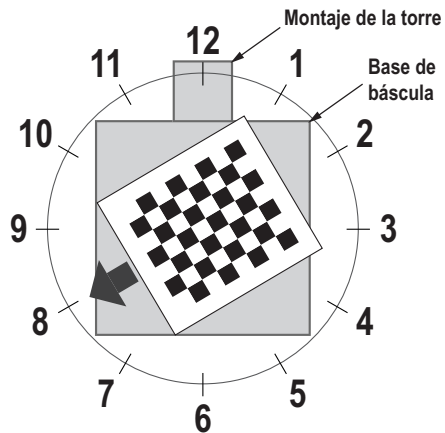

Figura 5-12. Gire a las 8 en punto
13. Alinee el objeto de calibración de modo que las cruces estén centradas. Gire el objeto de calibración a las 8 en punto con el conjunto de la torre a las 12 en punto. (Figura 5-12).